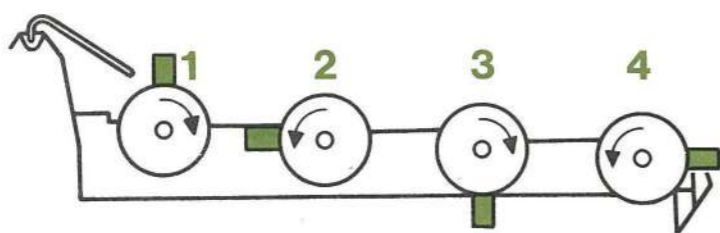

FIG. 14
Lorsque le premier tranchant des couteaux est usé intervertir le couteau (1) avec le (2) et le couteau (3) avec le (4) (voir figure 14). Cette opération permet d'utiliser le second tranchant des couteaux.